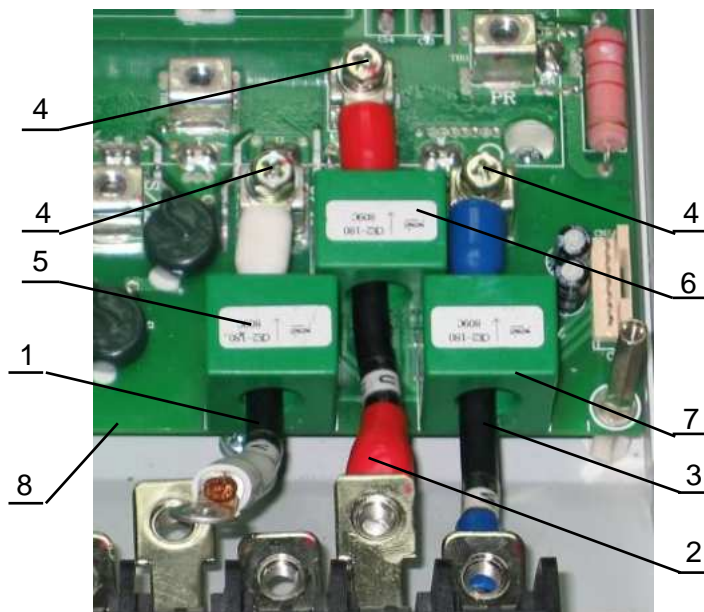

Рис.7.10
- 7.4.9. Установить выходной силовой провод фазы **U** (1). Наконечник меньшего размера данного провода вставить в отверстие датчика тока фазы **U** (5) и закрепить винтом (4) на клемме **U/T1** платы модуля IGBT (8) (рис.7.10).
- 7.4.10. Установить выходной силовой провод фазы **V** (2). Наконечник меньшего размера данного провода вставить в отверстие датчика тока фазы **V**(6) и закрепить винтом (4) на клемме **V/T2** платы модуля IGBT (8) (рис.7.10).
- 7.4.11. Установить выходной силовой провод фазы **W** (3). Наконечник меньшего размера данного провода вставить в отверстие датчика тока фазы **W** (7) и закрепить винтом (4) на клемме **W/T3** платы модуля IGBT (8) (рис.7.10).